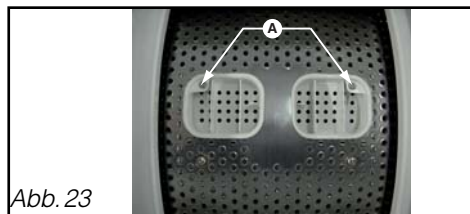

Abb. 23
- Die beiden Schrauben **A** (Prägung TORX T20) lösen und entfernen, die Schaufel fällt in die Trommel. Die Schaufel auf ein Frotteetuch fallen lassen, um sie nicht zu beschädigen (Abb. 23).